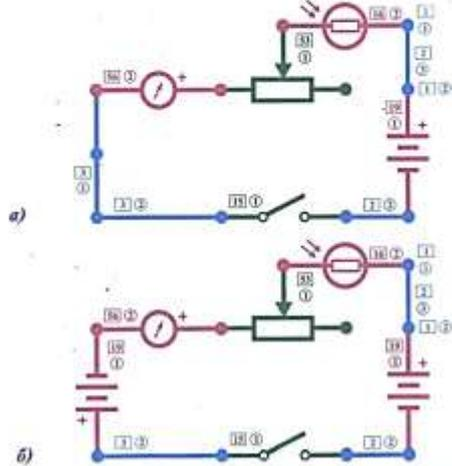

Рис. 17.4. Схемы исследования свойств фоторезистора
1. Убедимся, что ток, протекающий через фоторезистор, зависит от уровня освещенности. Для этого соберите схему рис. 17.4а. Так как освещенность в разных точках комнаты разная, то необходим реостат для регулировки тока через гальванометр. Регулируя реостат, добейтесь, чтобы стрелка гальванометра отклонилась на максимальное значение, но не далее отметки «10».
Разомкните выключатель и подключите еще одну батарею как показано на рис. 17.4б. Этим самым мы увеличили напряжение. Сама схема должна оставаться на прежнем месте, чтобы уровень освещенности оставался неизменным. Замкните выключатель. Запишите в таблицу новые показания микроамперметра. По закону Ома ($R = U/I$) рассчитайте значение сопротивления фоторезистора для обоих напряжений и токов и запишите их в Таблицу 17.1.
Казалось бы, чего проще — закрыть пальцем сверху фоторезистор, вот и темнота. Но это не совсем так. Верните схему в состояние как на рис. 17.4а. К освобожденным аккумуляторам подсоедините лампу 2,5 В и заслоните лампу пальцем (см. рис. 17.5). Палец просвечивает. А почувствует ли фоторезистор свет, прошедший сквозь палец? Закройте пальцем фоторезистор, замкните выключатель. Стрелка осталась на нуле. Теперь возьмите выключенную лампу и поднесите ее сверху к пальцу. Чем ближе лампа к пальцу, тем сильнее будет отклоняться стрелка. Мы убедились, что у фоторезистора действительно высокая чувствительность. А вот если закрыть фоторезистор листком или книгой, то стрелка не отклонится даже при самом ярком свете. Закрывая фоторезистор тетрадными листами и постепенно увеличивая их количество, можно оценить предел его чувствительности и сравнить с чувствительностью своих глаз.
Поместите схему, собранную как на рис. 17.4а, рядом с окном или под самой яркой лампой на потолке. Регулируя реостат, добейтесь, чтобы стрелка гальванометра отклонилась на максимальное значение, но не далее отметки «10». Теперь при помощи этого измерителя найдите самое темное место в классе. В шкафу и под столом не в счет.